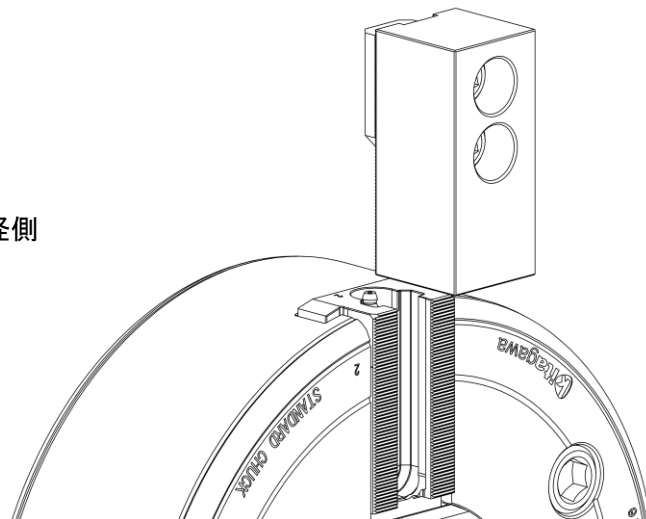

図 12-2 Tnut-Plus とソフトジョーのマスタジョーへの挿入
- Tnut-Plus の取付再現性を維持するため、ソフトジョーをマスタジョーに挿入し取付ボルトを締め付ける作業は、マスタジョーの位置を上にして行ってください。(図 12-2 参照)